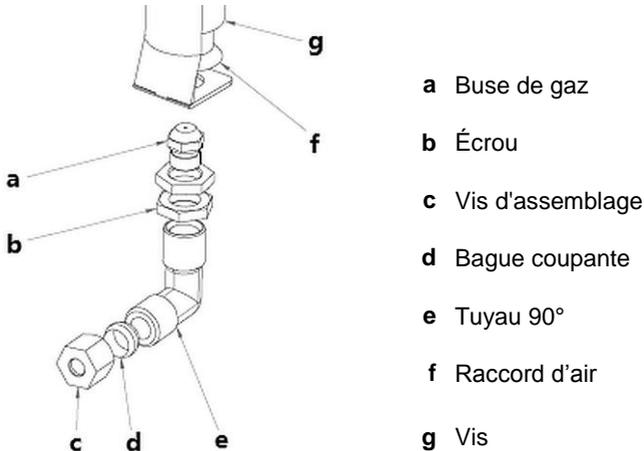

Fig. 3
1. Avant d'allumer la flamme, s'assurer que le régulateur de gaz se trouve en position ARRÊT. (2, Fig. 3).